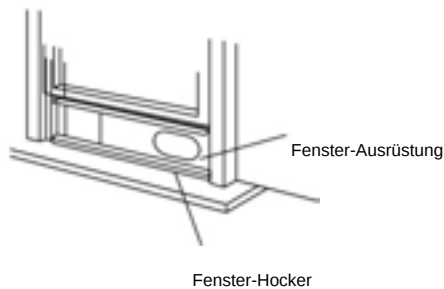

Abb. 10
3. Schneiden Sie die Schaumstoffdichtung (Kleberart) auf die richtige Länge und bringen Sie sie auf dem oberen Rand des Fensters an. Wie in Abb. 10 gezeigt wird